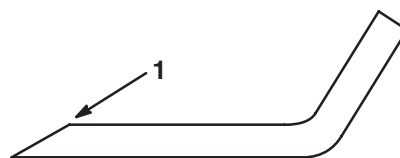

Figure 29
1. Au moyen d'une lime, aiguisiez les tranchants aux deux extrémités de la lame (Fig. 29) en veillant à conserver l'angle d'origine. Limez la même quantité de métal sur chacun des deux tranchants pour ne pas déséquilibrer la lame.